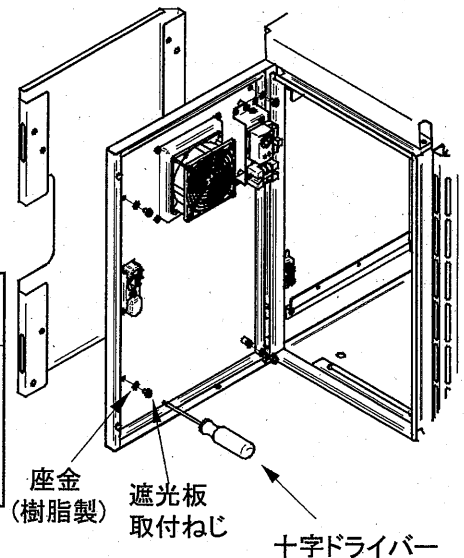

図15
1. 扉を開け、ドライバーを使用して機器の取付いている部分の遮光板取付ねじ及び座金を取外してください。(図15)